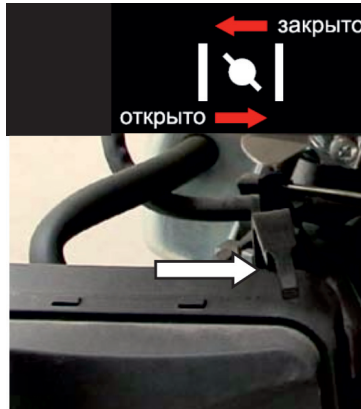

Рис. 17
5. Через 5 секунд после пуска двигателя плавно переведите рычаг воздушной заслонки в положение «Открыто» (рис. 17).